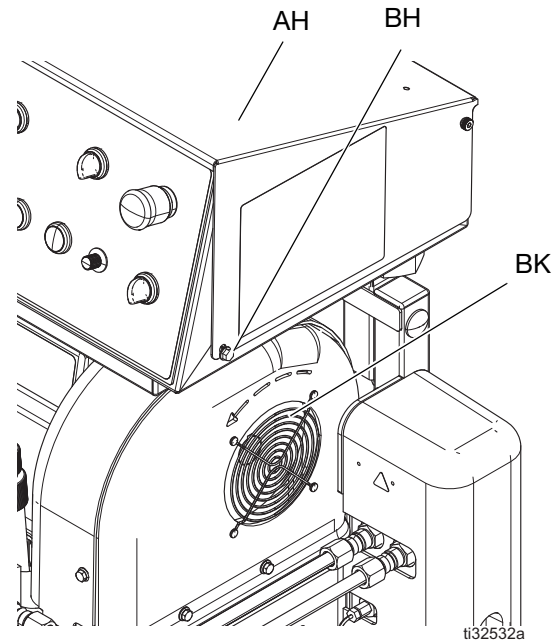

図 7: 電動モーターの回転
- 電動モーターファン(BK)の回転が適正か確認します。図 7 を参照してください。
- 制御電源スイッチ (CH) を START にします。ポンプ制御スイッチ (CL) がニュートラルであることを確認します。
- モーター電源スイッチ (CN) を短時間オンにします。電動モーターファン (BK) の回転方向を観察します。図 7 を参照してください。
- モーター電源スイッチ (CN) をすぐに OFF にします。
- 制御電源スイッチ (CH) を STOP にします。